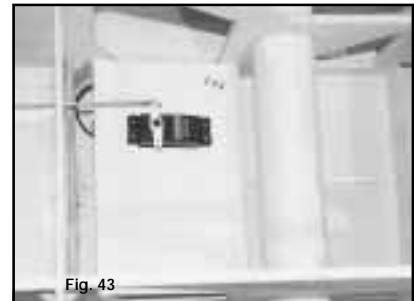

Fig. 43
Screw the throttleservo in place and fix the steering rod (Fig. 43).
*Schroef de servo in de houder en bevestig de stuurstang (Fig. 43).*
Vissez le servo sur le support et connectez la commande de gaz (Fig. 43).